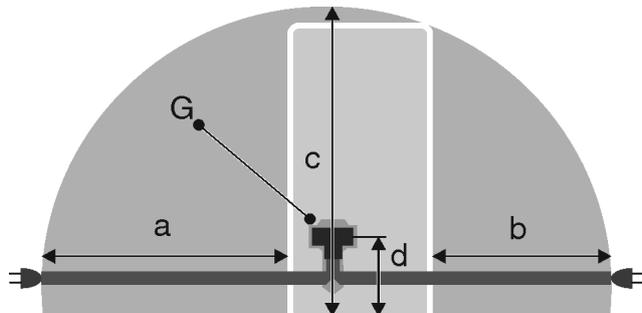

Fig. 48
- La presa non deve trovarsi nella zona posteriore dell'apparecchio, ma entro la zona indicata Fig. 48 (a, b, c).
- Inserire la spina Fig. 48 (G) sul retro dell'apparecchio. Assicurarsi che si innestino correttamente.